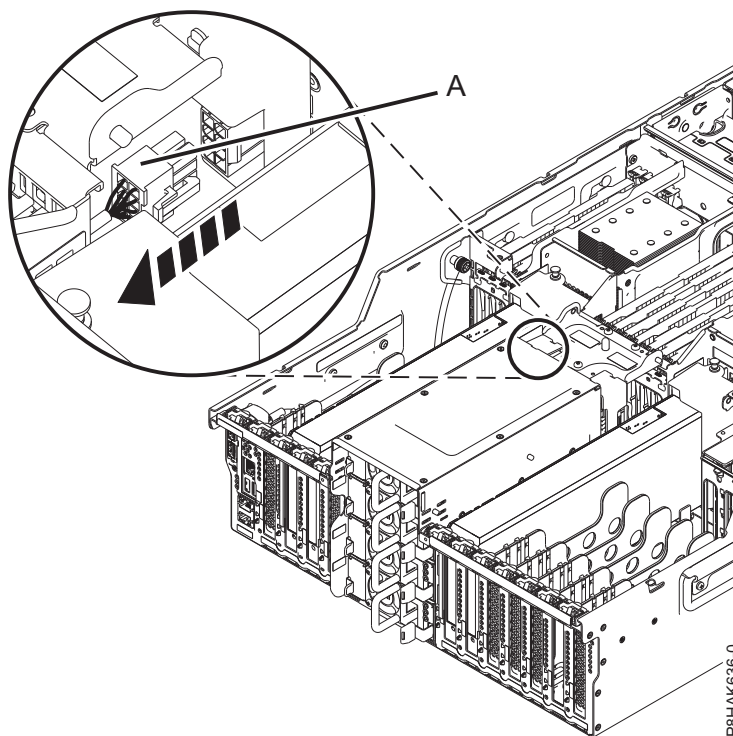

Figura 34. Desconnexió dels cables d'alimentació per a l'adaptador PCIe GPU del sistema the 8247-42L
3. Si esteu extraient l'Adaptador GPU x16 PCIe de 3a. generació (FC EC47 o EC4B), desconnecteu el cable d'alimentació auxiliar (A) dels connectors a la placa posterior del sistema, tal com es mostra a Figura 34.